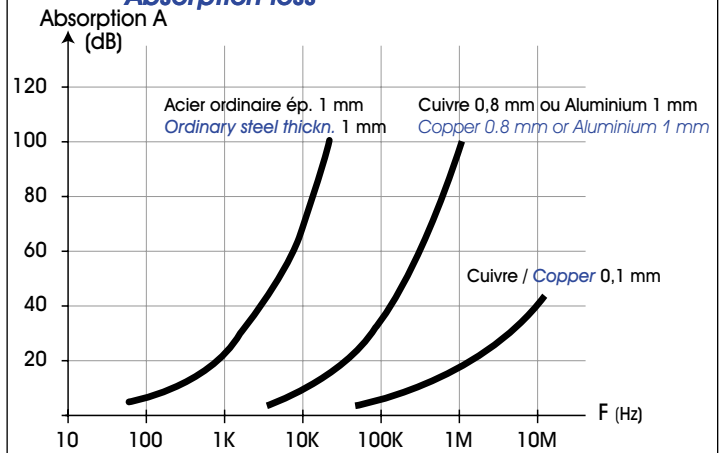

Fig. 3 Pertes par réflexion contre une source en champ lointain, ou champ H proche
Cette impédance d'onde vaut 377Ω lorsque le blindage se trouve à plusieurs longueurs d'onde λ de la source émettrice. Lorsqu'il est très proche (par exemple à $\lambda/10$ ou moins) d'une source essentiellement magnétique, l'impédance du champ **Zch** est d'autant plus faible et la perte par réflexion est moins bonne (**Figure 3**).
*This wave impedance has a value of 377Ω when the shield is at several wavelengths λ from the radiating source. When the shield is very near (like $\lambda/10$ or less) from a predominantly magnetic source, the **Zw** term is correspondingly smaller and the reflection loss is decreasing (**Fig.3**).*
c) s'agit-il d'émissions, la source étant dedans et la limite prescrite dehors ? Ce cas est souvent le plus contraignant, car la paroi pourra se trouver en conditions de champ proche d'une source magnétique (impédances de circuits $\ll 377\Omega$), ce qui donnera une réflexion médiocre (**Figure 3**) et des phénomènes de re-réflexions et résonances multiples à l'intérieur. Le **tableau 2** indique les limites de champ rayonné imposées pour quelques applications. Là encore, on sait qu'un ensemble de circuits numériques modernes, avec des fréquences d'horloge toujours supérieures à 20-30 MHz, rayonne en l'absence de toutes précautions C.E.M. (cartes nues, sans plan de cuivre intégral), des champs de l'ordre de 60 à 80 dB μ V/m (2000 à 10000 μ V/m à 1 m de distance). On en déduit l'atténuation de blindage nécessaire.
- are we dealing with emissions, the source being inside and the prescribed limits outside ? This case is often the most demanding because the shield will be quite often in the near field conditions of a magnetic source (radiating source impedance $\ll 377\Omega$). This will cause a mediocre reflection (see **fig.3** for H field) and multiple bouncing re-reflections and resonances inside. The **table 2** indicates the radiated emission limits required by few typical norms. Here again, we know that a typical modern electronic circuitry with clock frequencies generally above 20-30 MHz would radiate, without any E.M.C. precautions (bare PC boards, no integral ground planes), electric fields of 60 to 80 dB μ V/m (2000 to 10000 μ V/m to 1 m distance). The required **SE** can be easily derived.